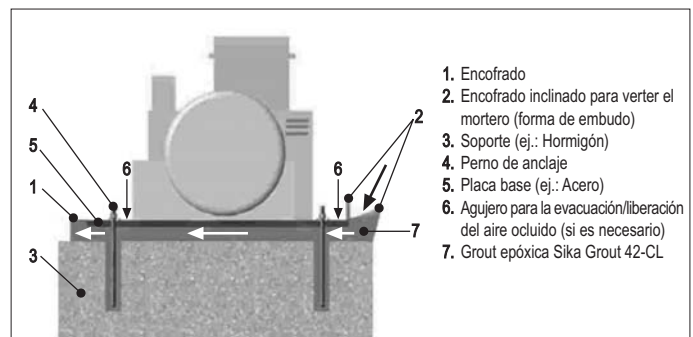

Fig. 3: Anclaje y nivelación de estructura de hormigón mediante grout epóxico.
- **Colocación (Fig. 3):** La colocación es similar a los grout cementicios. El uso de vibradores o cables de acero para ayudar al vaciado y eliminar el aire atrapado debe realizarse con cuidado y siempre que esté autorizado.